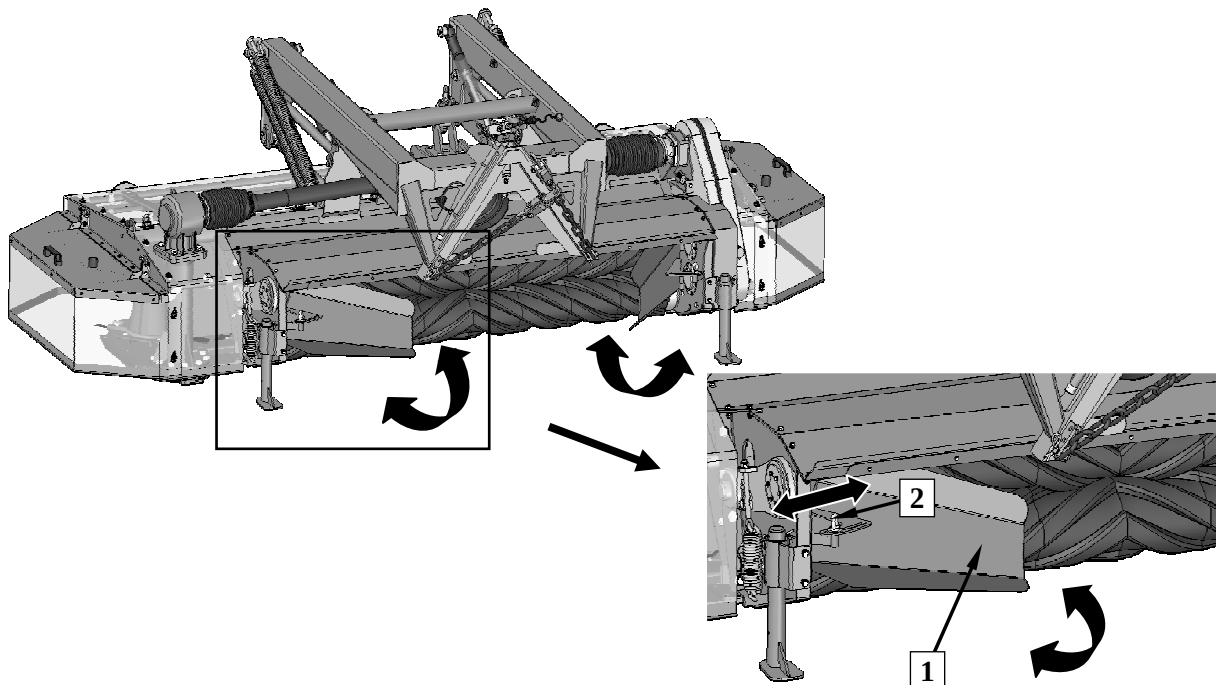

Рис. 22. Регулировка скребков покоса: 1- скребок покоса, 2 – регулировочный болт
С целью установки ширины покоса следует совершить регулировку скребков покоса (1) (Рис. 22) (касается: KDF W):
- травить болт с петлей (2) скребка покоса,
- установить скребок покоса (1) в зависимости от требования,
- докрутить болт (2).